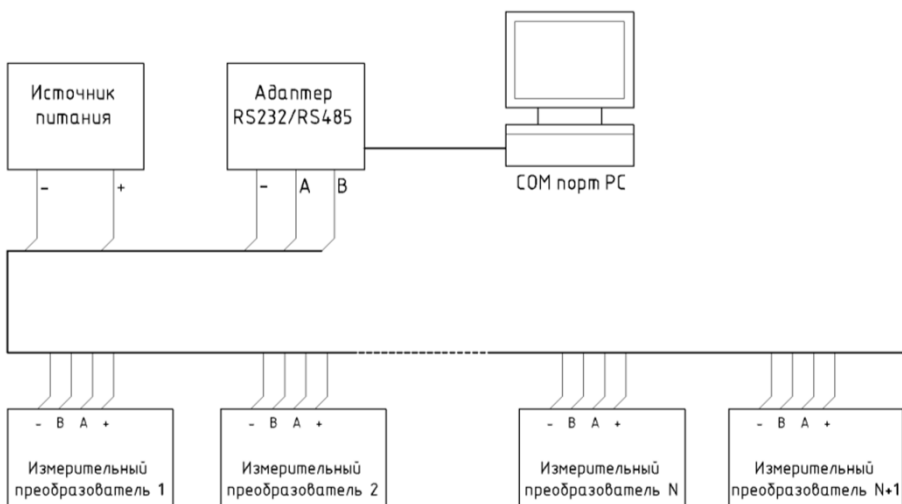

Рис.5. Схема подключения преобразователей.
7.2.2. Подключение преобразователей исполнения -С к измерительной системе осуществляется по четырем проводам - по одной паре подается напряжение питания (цепи - и +), по другой происходит обмен по интерфейсу RS-485. Преобразователи подключаются к четырехжильному кабелю параллельно, как показано на рис.5. Питание и считывание показаний из преобразователя возможно контроллером ИВА-128 или ПК через преобразователь интерфейса ПИ-1С, либо другими контроллерами Modbus RTU, имеющими интерфейс RS-485 (кроме дифференциальной пары А-В обязательно наличие общей линии GND).